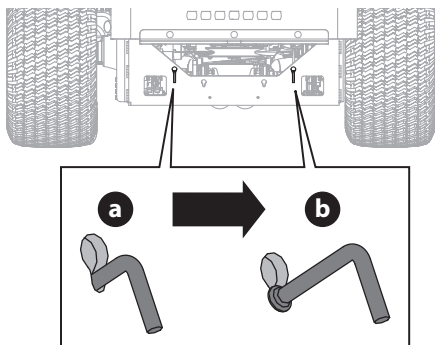

Fig. 41
1. Pour engager les tiges de dérivation de la transmission, tirez la tige (a) vers le haut dans l'ouverture la plus large de la fente de la clé, puis tirez vers l'arrière jusqu'à ce que le collier de la tige passe à travers le cadre (Fig. 41).
2. Redescendez la tige dans la petite ouverture de la fente de la clé, en veillant à ce que le collier soit fixé à l'extérieur du cadre (b). Répétez de l'autre côté (Fig. 41).